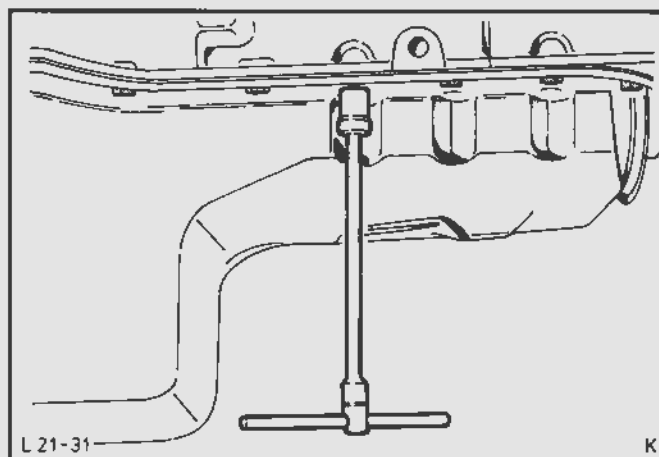

Fig.36. Afmonter bundkarret
16. Afmonter bundkarret nedad, så der ikke trænger olieslam og slidpartikler ind i motoren, Fig.36.